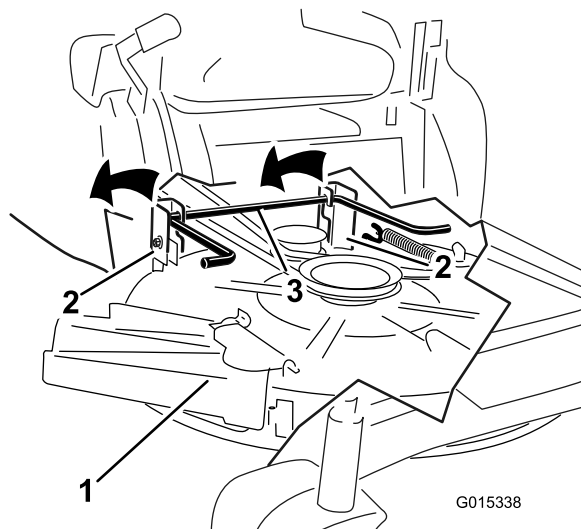

Figura 56
- Eleve la carcasa del cortacésped y desenganche la varilla de elevación trasera de las pletinas de suspensión, y baje el cortacésped con cuidado al suelo (Figura 56).
- Eleve la parte trasera de la carcasa del cortacésped y coloque las pletinas de suspensión sobre la varilla de elevación trasera (Figura 56).